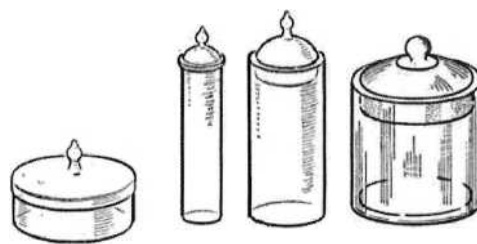

Рис. 7. Бюксы
7. Бюксы (рис.7) разной ёмкости используют для хранения или для взвешивания твёрдых веществ. Их изготавливают с внешним и внутренним шлифом.